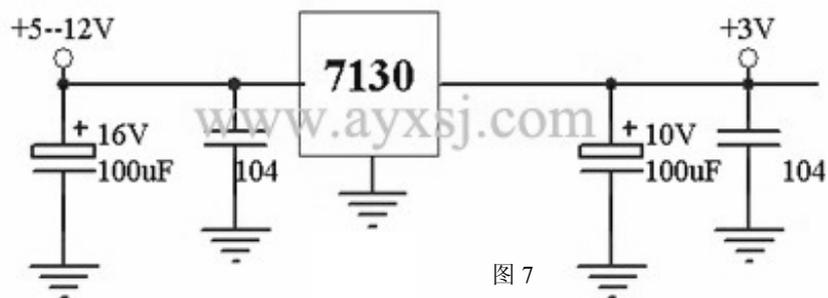

图 7
• F05V 属于低电压器件，适合使用 3V 电池供电。如果电源大于 3.5V 可以采用图 7 电路。7130 为低功耗（uA 级）三端稳压器件，性能优于 7805，使用与 78L05 相同。如果对体积有要求，可采用小体积高容量的锂-亚硫酰氯电池。这种电池体积小高能量，储存及使用寿命可以达到 10 年以上。详细资料可以到厂家的网站查询：<http://www.myjbattery.com> ； 7130 三端稳压器件网址：<http://www.oumeida.cn>